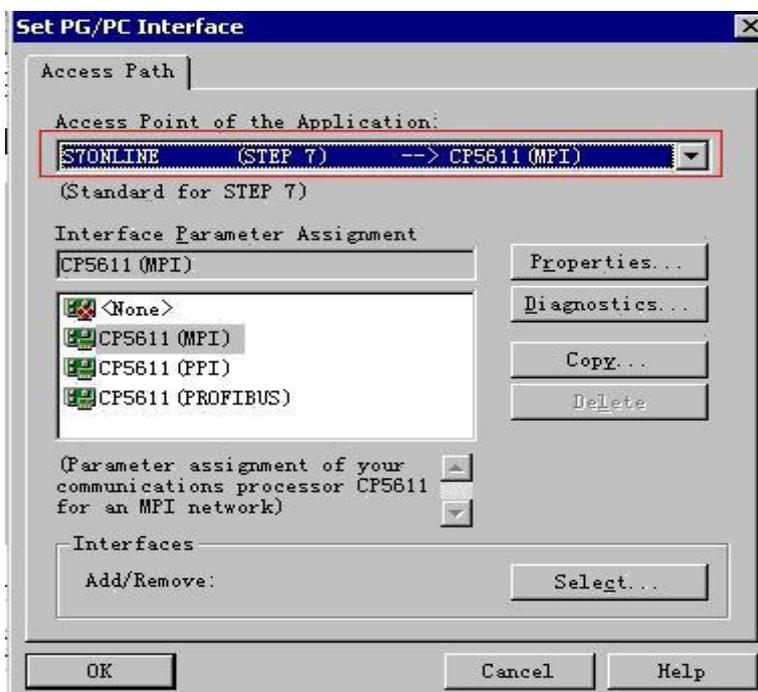
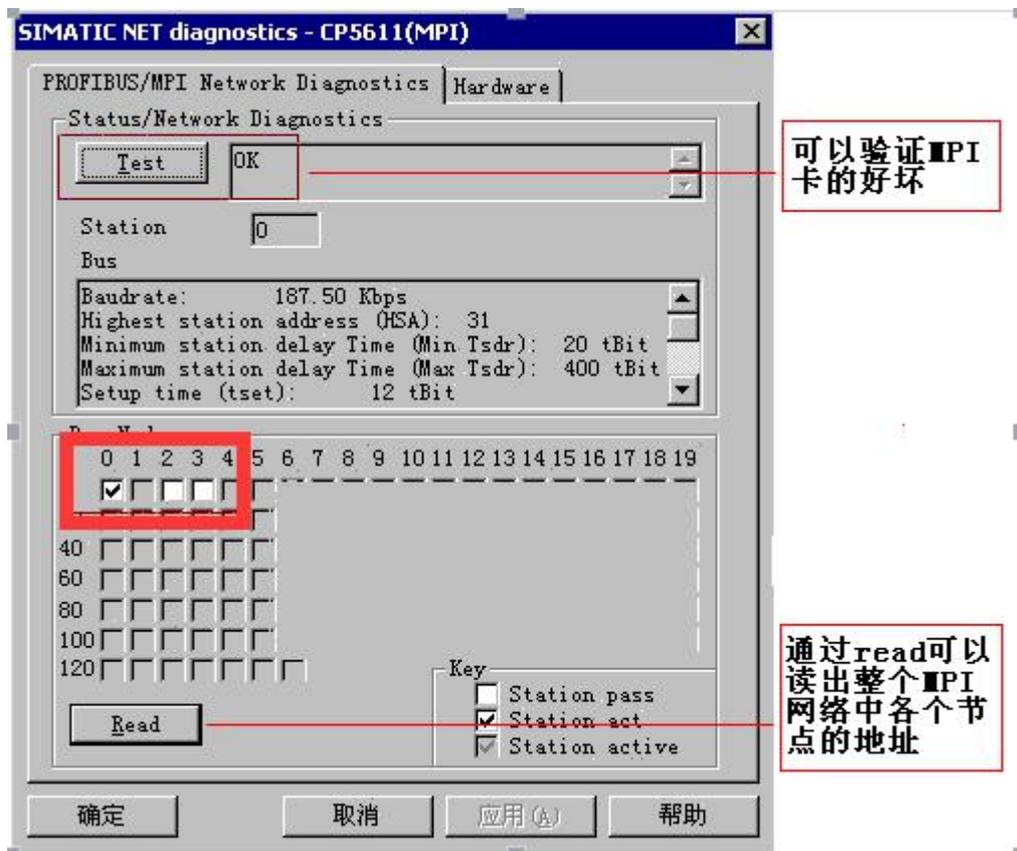

图 3-4
图 3-6
**Access Point of the Application 选项必须设置为：S7ONLINE (STEP 7)->CP5611 (MPI)，如图 3-4 所示。如果设置为 micro/win ->CP5611 (MPI) 组态王将通讯不上。**
点击图 3-4 中“Diagnostic”按钮，对 CP5611 或 CP5622 通讯卡进行诊断，如图 3-6 所示。
在图 3-6 中点击“Test”按钮，如果 CP5611 或 CP5622 通讯卡配置没问题并且通讯卡是好的话会显示“OK”。
1、图 3-6 中粗红框标示中 0 地址打钩指的是 CP5611 或 CP5622 通讯卡的地址，2、3 点亮指的是 MPI 总线上 PLC 的地址，如果除 0 外，其他地址（例如 2）没点亮请检查设置。